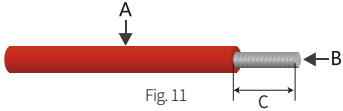

Fig. 11
- Utilizzare cavi stagnati con sezione del conduttore da 4 a 6 mm2 (AWG 10) poiché la corrente massima della batteria è 25 A. I requisiti per il cablaggio della batteria sono riportati nella (Fig. 11).